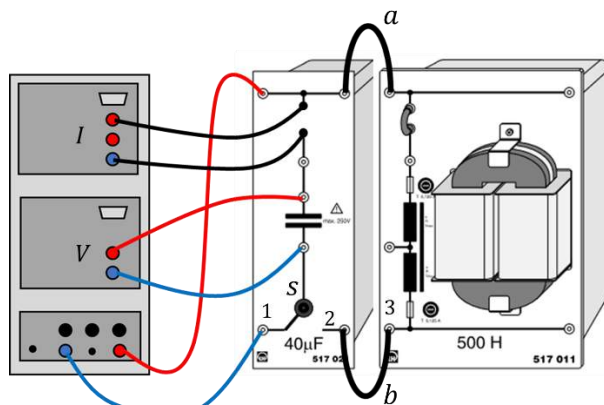

Figura 1
Para realizar el montaje deberá llevar a cabo los siguientes pasos con ayuda de la figura 1 y así poder desarrollar la práctica.
3. Conectar el Sensor CASSY al capacitor de $40\mu\text{F}$ como se muestra en la figura 1.